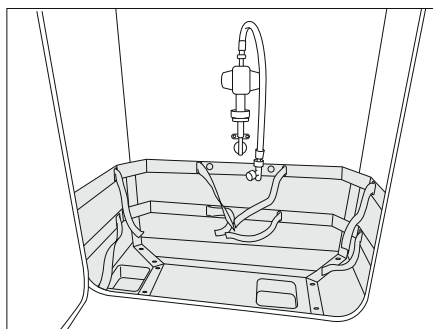
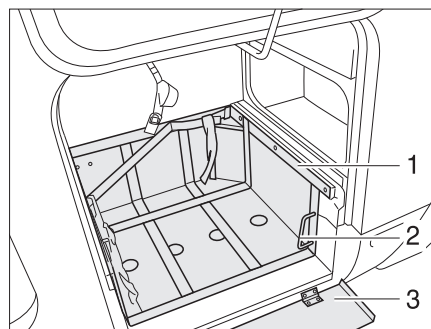

Fig. 223 Compartiment à gaz
Fig. 224 Compartiment à gaz, avec coulisseau extractible
- Si une tôle de protection (Fig. 224,3) est présente, la rabattre vers le bas.
- Déverrouiller le coulisseau (Fig. 224,1) au moyen de la poignée (Fig. 224,2).
- Retirer à fond le coulisseau (Fig. 224,3).
- Faire revenir la poignée (Fig. 224,2) dans sa position initiale.
- Déverrouiller le coulisseau (Fig. 224,3) au moyen de la poignée (Fig. 224,2).
- Enfoncer à fond le coulisseau (Fig. 224,3) et faire revenir la poignée (Fig. 223,2) dans sa position initiale.
- Si une tôle de protection (Fig. 224,1) est présente, la rabattre vers le haut.